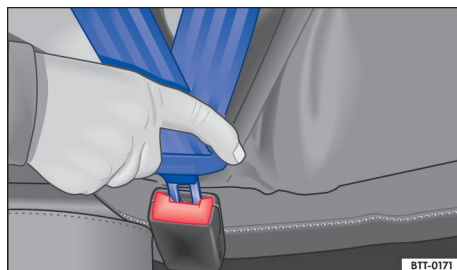

Fig. 30 Insertar la lengüeta del cinturón de seguridad en su cierre.
4. Inserte bien la lengüeta del cinturón en el cierre del cinturón correspondiente a la plaza → fig. 30.